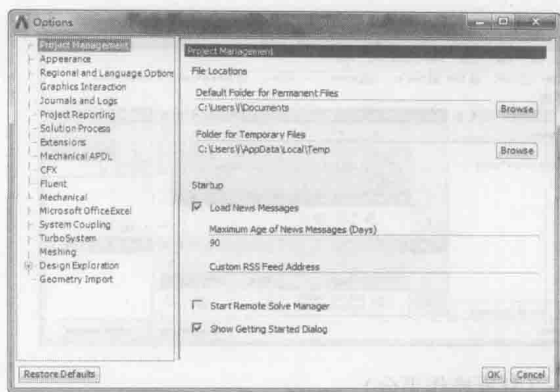

图 1-11 【Project Management】选项卡
- ✧ 【Project Management】选项卡: 用于设置 Workbench 启动的默认目录和临时文件位置、是否启动【导读】对话框及是否加载新闻信息等, 如图 1-11 所示。